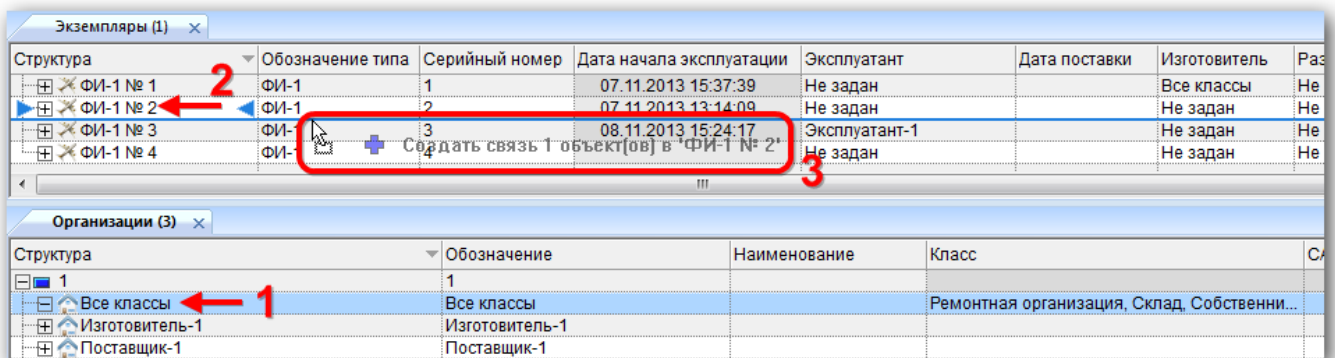

Рис. 13-40 – Переместить организацию к нужному экземпляру в окно «Экземпляры»
2) Переместить организацию из рабочего окна «Организации» (или окна связанных объектов «Организации» для экземпляра) на экземпляр изделия в рабочее окно «Экземпляры» (рис. 13-40).